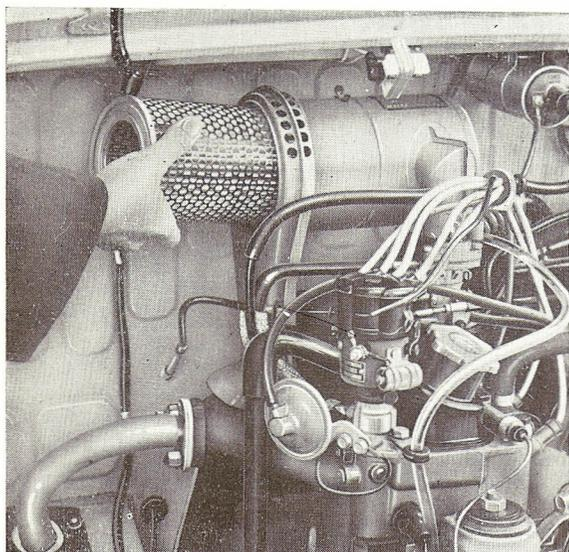

Fig. 25. — Extracción del cartucho filtrante.
verde (3) con lo cual la entrada de aire se produce a través de los orificios (5). Para cambiar el cartucho, se extrae totalmente la palomilla (1) y se separa la tapa del filtro, siendo posible entonces recambiar el cartucho filtrante (fig. 25).